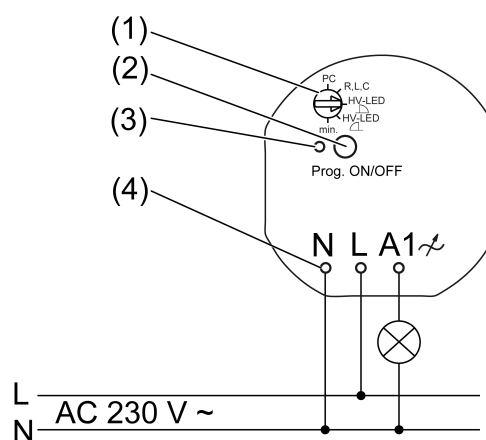

Imagen 1: Plano de conexión
- Conectar la carga según el plano de conexiones (Imagen 1).
- Colocar el actuador en la caja portamecanismos de manera que la tecla **Prog** (2) y el LED de estado (3) estén bien visibles.